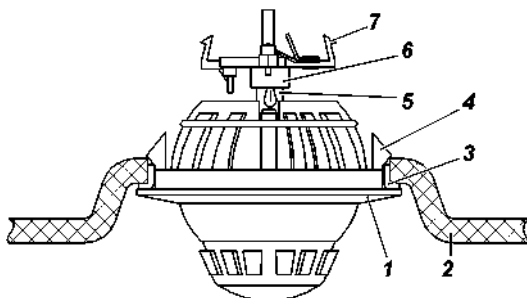

Рис. 9.50. Плафоны индивидуального освещения:
**Плафоны индивидуального освещения.** Для замены лампы осторожно, чтобы не повредить обивку крыши и плафон, подденьте отверткой корпус 1 (рис. 9.50) и потяните плафон вниз. С помощью отвертки выведите из зацепления защелки 7 патрона и выньте патрон.